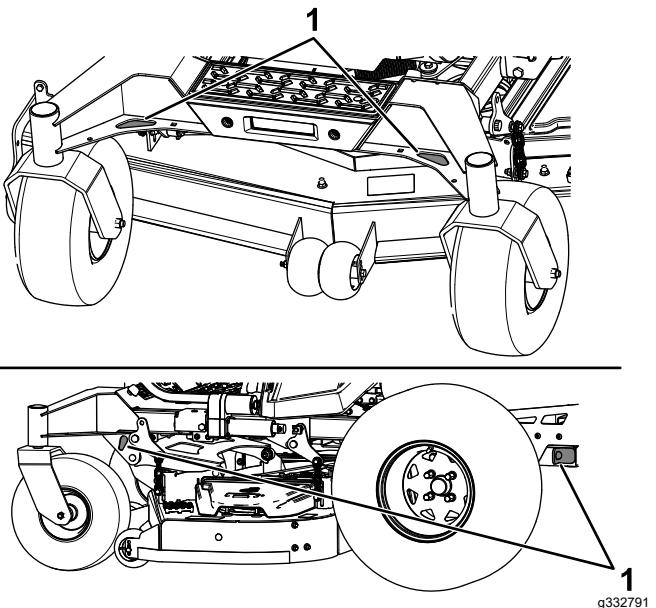

Figura 43
- Amarre la máquina junto a las ruedas giratorias delanteras y el bastidor trasero con correas, cadenas, cables o cuerdas (Figura 43). Consulte la normativa local respecto a los requisitos de amarre.